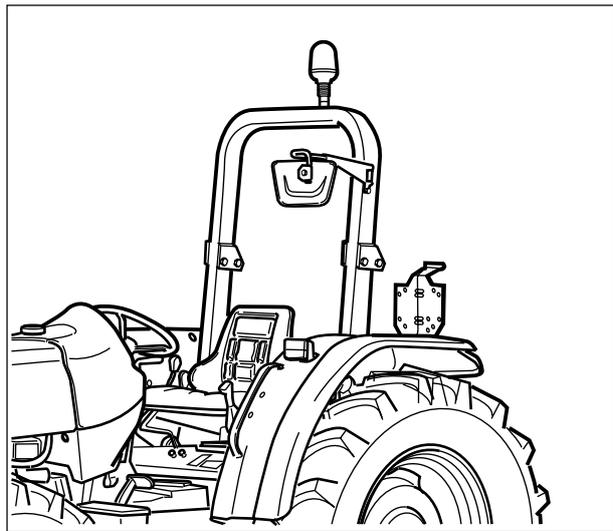

Fig.2-6
- Arco de segurança: deve estar sempre montado na posição de protecção (Fig.2-6). Recomendamos dispor dos cintos de segurança de acordo com as exigências legislativas em vigor nos vários mercados.